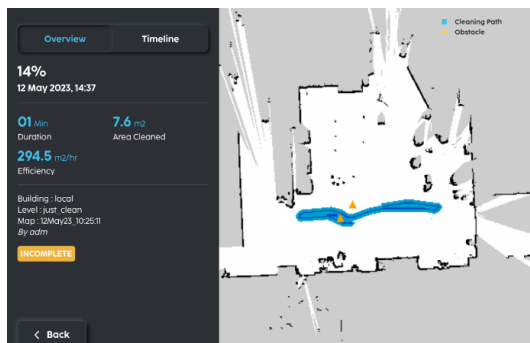

FIGURE 6-16
4. Sélectionnez le rapport de nettoyage qui vous intéresse. Un aperçu de l'opération de nettoyage sera affiché dans l'onglet 'Aperçu' (Fig. 6-16).